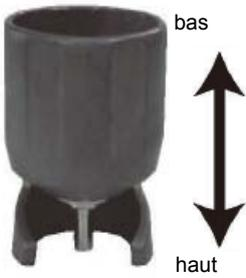

Fig. 2
- 1) L'insert est fixé à l'aide d'une clé dynamométrique. Connecter le bas de la clé dynamométrique et l'insert ensemble (Fig. 2).